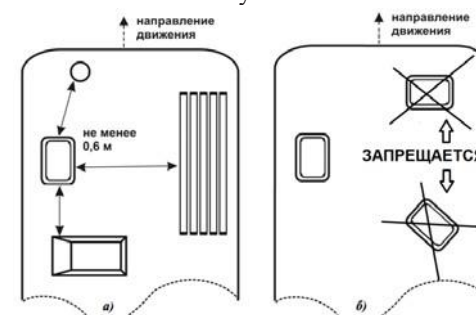

Рисунок 3
7.2.4 Расстояние от антенны до крышевого оборудования, вертикально выступающего над плоскостью для установки антенны, в любом направлении должно быть не менее 0,6 метра (рисунок 3а).
- установка антенны в поперечном направлении или под углом относительно направления движения (рисунок 3б);